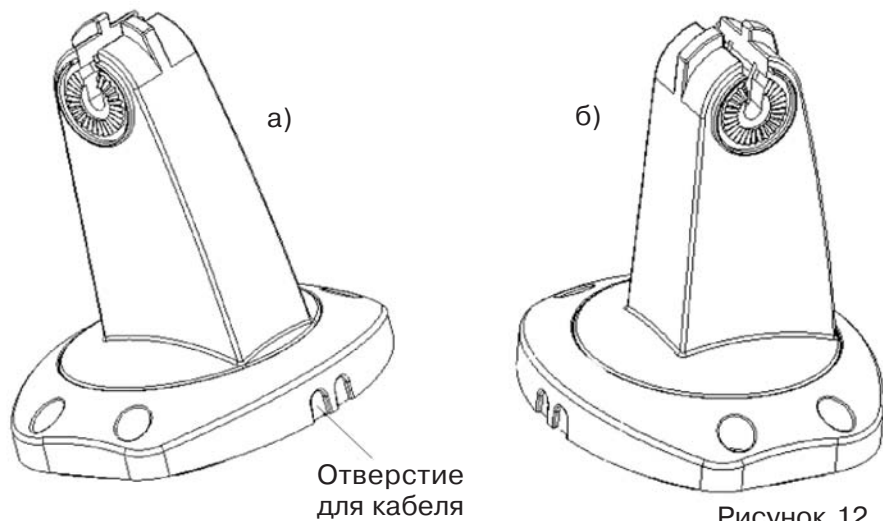

Рисунок 12
- При установке верхней пластины на держатель, обратите внимание на отверстия для кабеля. Они должны находиться сзади. Рисунок 12: а) - верно;